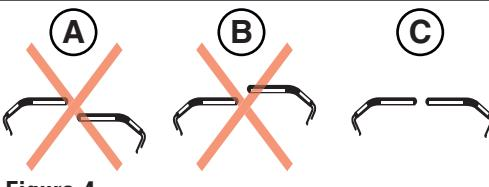
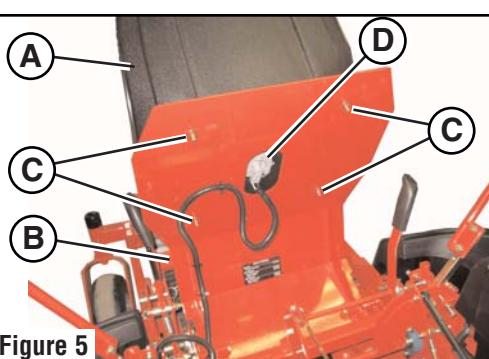

Figure 4
Figure 5
Lever Alignment Adjustment: From the neutral position, pivot the ground speed / steering control levers in towards the center of the machine. If one of the levers is tilted further forward (B, Figure 4) or back (A) then the other lever, pivot the levers forward or backwards to align (C) with each other. Tighten the mounting bolts.
- Install the seat (A, Figure 5) onto the seat plate (B) and fasten securely with the 5/16" nylock flange nuts (C).
- Press the seat switch wire harness end onto the seat switch (D, Figure 5) until the latch of the seat switch wire harness end snaps down over the lock on the seat switch.
- Réglage de l'alignement des leviers :** À partir de la position de point mort, faire pivoter les leviers de commande de vitesse de déplacement/direction vers le centre de la machine. Si l'un des leviers est plus incliné vers l'avant (B, Figure 5) ou vers l'arrière (A) que l'autre levier, desserrer les boulons de fixation (D, Figure 4) et faire pivoter les leviers vers l'avant ou vers l'arrière pour les aligner (C, Figure 5). Resserrer les boulons de fixation.
- Installer le siège (A, Figure 5) sur son emplacement (B) et bien le fixer à l'aide des écrous à embase en Nylock 5/16 po (C).
- Appuyer l'extrémité du faisceau de câbles de l'interrupteur de siège sur l'interrupteur de siège (D, Figure 5) jusqu'à ce que le mécanisme de verrouillage de l'extrémité du faisceau de câbles de l'interrupteur de siège s'enclenche sur le verrou de l'interrupteur de siège.